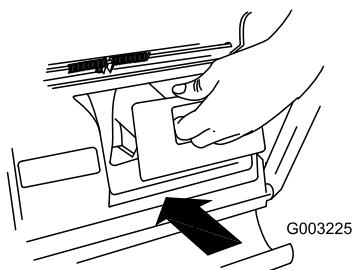

Bild 23
**Wichtig:** Stellen Sie sicher, dass die Heckauswurfklappe montiert ist, bevor Sie den Rasenmäher als Recycler einsetzen (Bild 23).